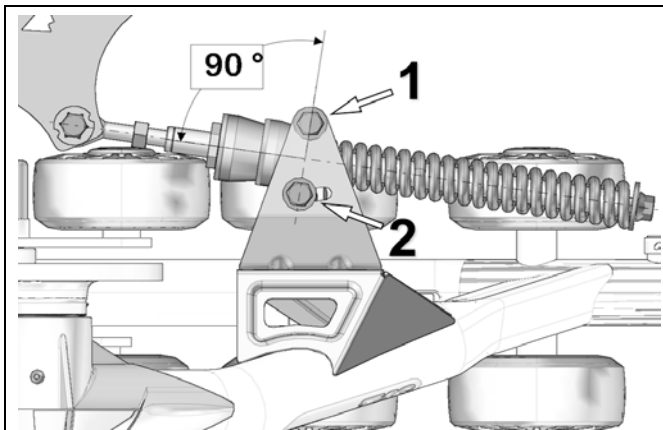

Figure 17
- Positionner le support pivotant de l'ancrage anti-rotation à 90° (perpendiculaire) au bras stabilisateur. Serrer ensuite les deux boulons de fixation de l'ancrage anti-rotation (1) et (2) à un couple de 50 N-m. Voir la Figure 17.